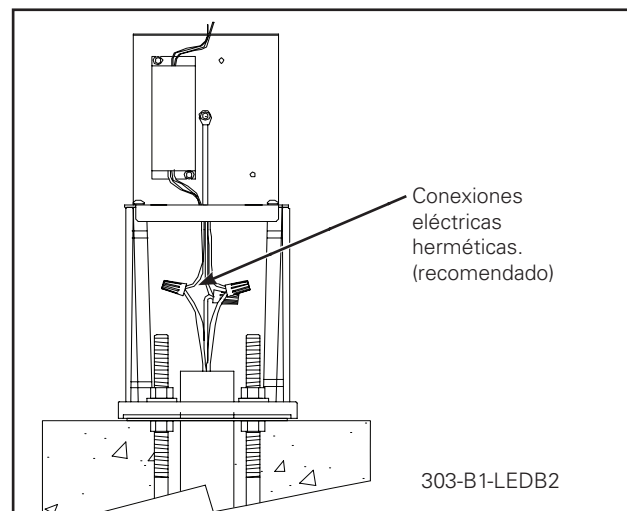
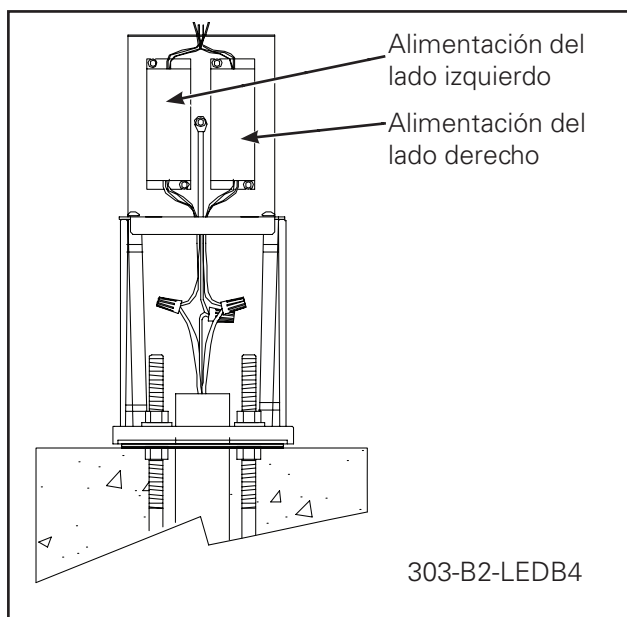

Figura 4.
Figura 5.
3. Vuelva a colocar la placa de montaje del controlador en la base y conecte con la alimentación (máx. de AWG n.º 10). Para el 303-B1, conecte los cables de entrada al controlador con las tuercas herméticas para cables (Figura 4.). Para el 303-B2, conecte los dos controladores en paralelo y conecte a la entrada de alimentación con las tuercas herméticas para cables (de otras marcas). (Figura 5)